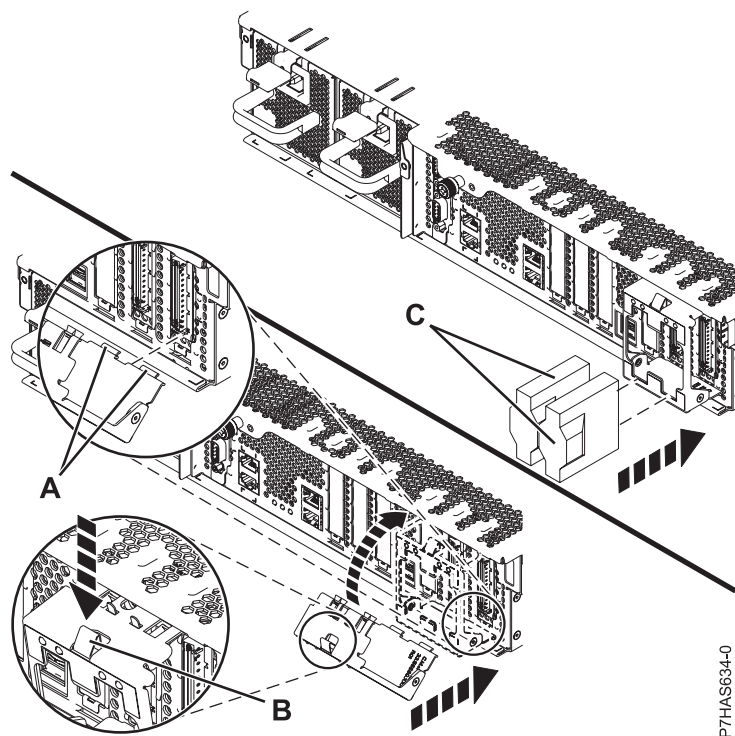

Figure 4. Installation du crochet de fixation de câble
16. Si le crochet de fixation de câble (A), illustré dans figure 4, à la page 6, est fourni, procédez comme suit :
- a. Afin de bloquer la patte inférieure dans l'emplacement du bloc, inclinez légèrement le support de câble (A).
- b. Approchez le crochet de fixation de câble du châssis et poussez le dispositif de fixation (B) dans le châssis pour sécuriser le support.
17. A l'arrière du système, connectez les câbles de l'adaptateur (C).